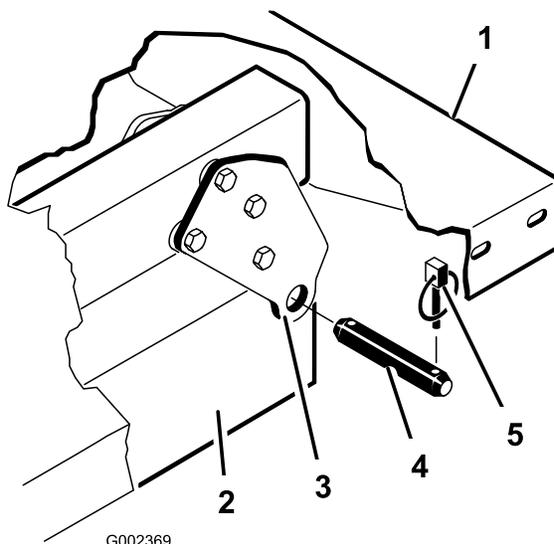

図 35
**注** 後部のピボットプレートは下端を後部に向けて荷台フレームチャンネル鋼材にボルトで固定されています 図 35。